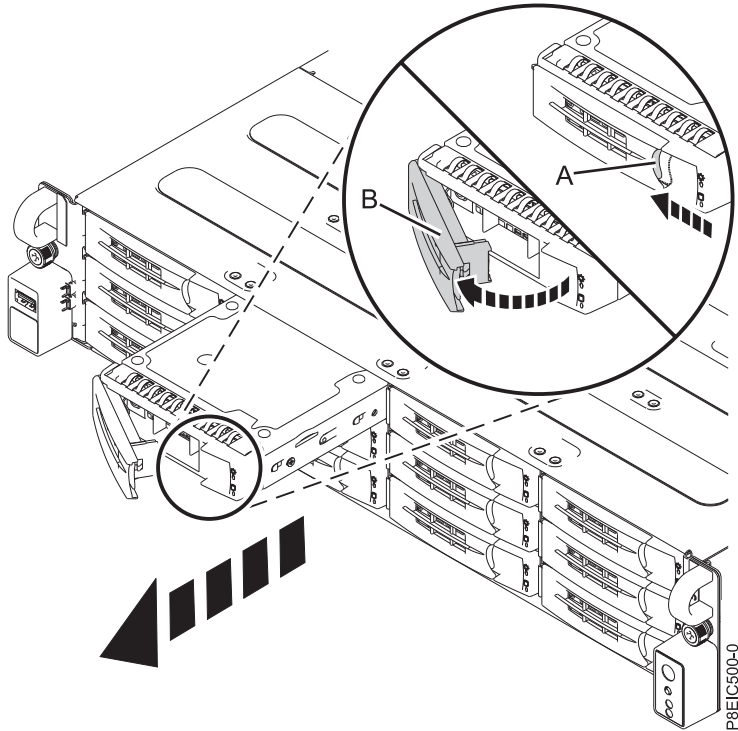

Figura 9. Extracción de una bandeja de unidad frontal
2. Desbloquee el asa de la bandeja de la unidad empujando el pestillo **(A)** en la dirección indicada. El asa **(B)** se desencaja saliendo hacia usted. Si el asa no queda totalmente hacia fuera, la bandeja de la unidad no se desliza fuera del sistema, tal como se indica en Figura 9 en la página 12.